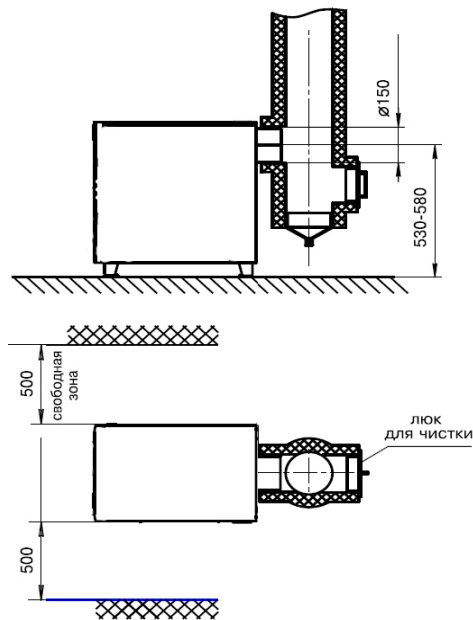

Рис.2 Схема установки котла
- ✓ Перед установкой котла на сгораемые конструкции здания под котлом и перед его фронтом на 500мм необходима прокладка стальных листов толщиной 0,6 - 1,0 мм по асбестовому или базальтовому картону, толщиной 3-5мм. Схема установки котла показана на рис. 2.